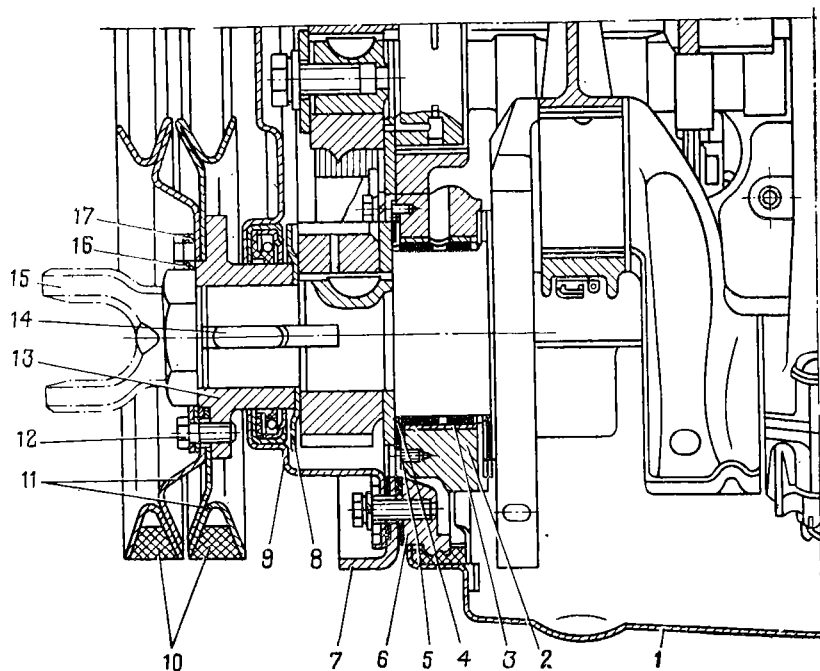

Рис. 68. Передний подшипник коленчатого вала двигателя:
2. Вывернуть болт установочной планки генератора, повернуть генератор в сторону двигателя и снять ремни 10 (рис. 68) со шкивов 11.
10. Установить уплотнительную скобу 6 (рис. 68) и закрепить винтами и болтом с пружинными шайбами.